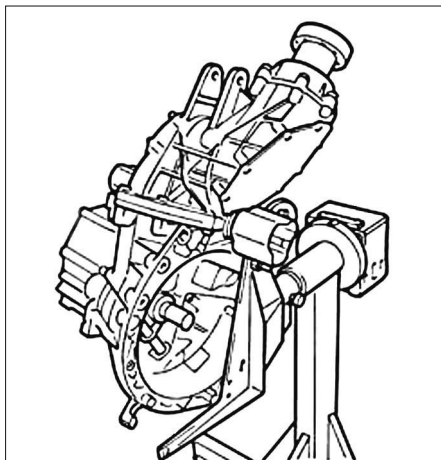

FIG. 1
- Poser l'ensemble boîte de vitesses et boîte de transfert sur un chevalet (Fig.1).